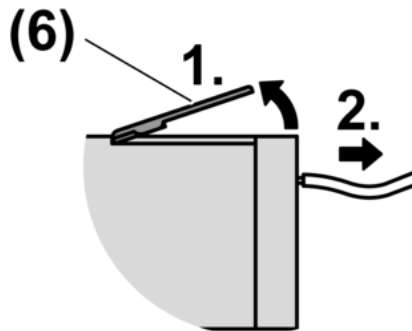

Figure 5: Débrancher la borne à fiche
- Lever la manette de déblocage (6) comme décrit dans la figure et retirer le câble de raccordement (figure 5).